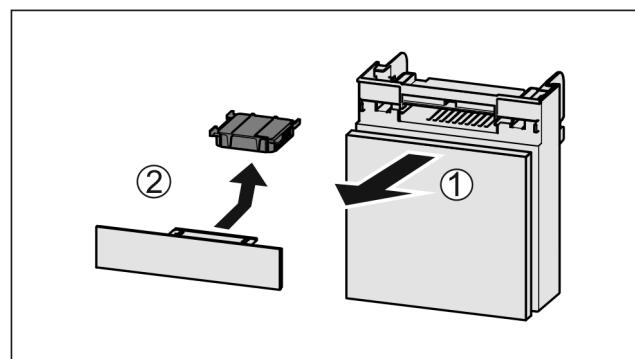

Fig. 170
- Vytiahnite zásuvku smerom dopredu Fig. 170 (1).
- Vyberte aktívny uhlíkový filter Fig. 170 (2).